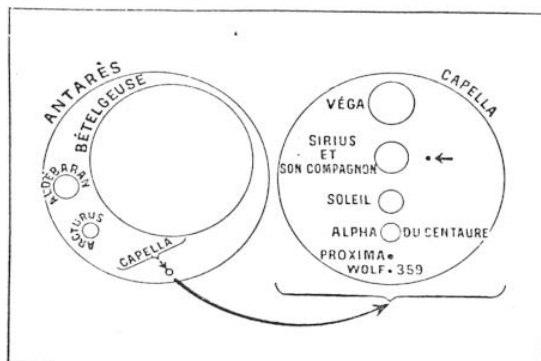

FIG. 9. — DIAMÈTRES COMPARÉS DES ÉTOILES
Alors que les puissances rayonnées par les étoiles varient dans le rapport de 1 à un milliard, les masses sont fort voisines (tout au plus dans le rapport de 1 à 200). Comme on le voit, ce sont les étoiles les plus massives qui ont l'activité rayonnante la plus intense (quels que soient leurs diamètres, fig. 9). Sur ce graphique schématique, les puissances rayonnées et les masses sont rapportées, respectivement, à la puissance rayonnée et à la masse du Soleil, prises l'une et l'autre comme unité.
Les diamètres des étoiles lumineuses (3) varient communément dans le rapport de 1 à 500 000 ; il y a donc des étoiles qui occupent des volumes 1 milliard de milliards de fois plus grands que d'autres. Les super-géantes, comme Antarès (fig. 9), sont telles que l'orbite de la Terre (ou même de Mars) s'y logerait très facilement à l'intérieur ; les ultranaines sont parfois bien plus petites que la Terre... Les grandes tailles, tout particulièrement, paraissent tellement invraisemblables que le célèbre physicien